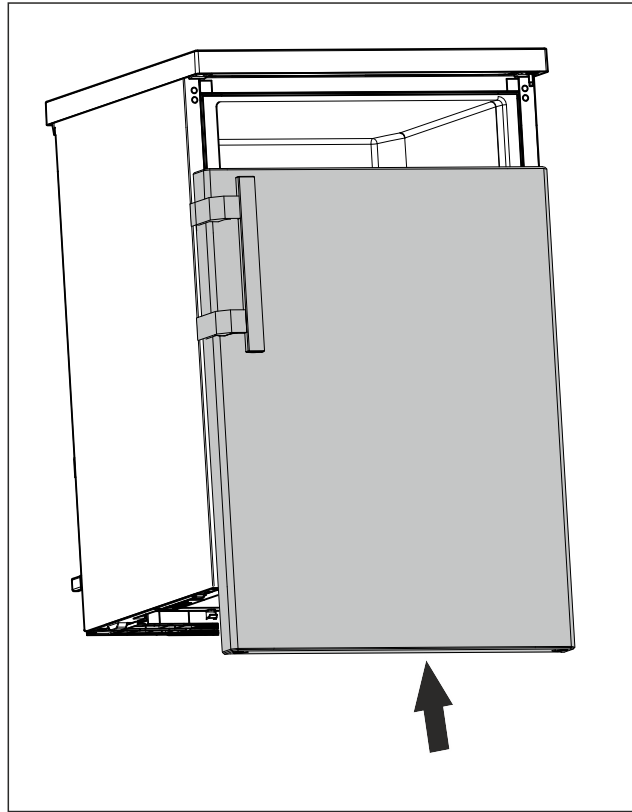

Fig. 20
- Kapıyı, kapalı durumdayken üst pime geçirin. (bkz. Fig. 20)